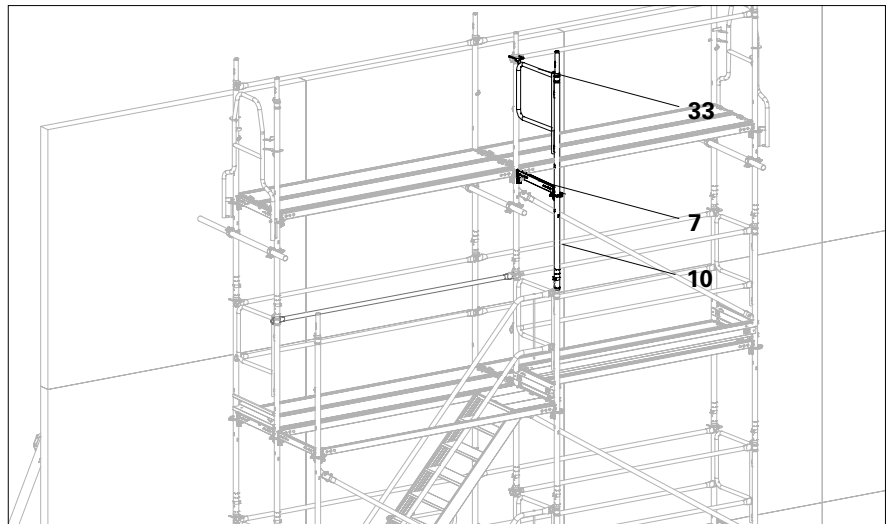

Abb. D1.06
9. Easy Stiel EVM (**10**) mit Stirngeländer EPF (**33**) ausbauen. (Abb. D1.06)